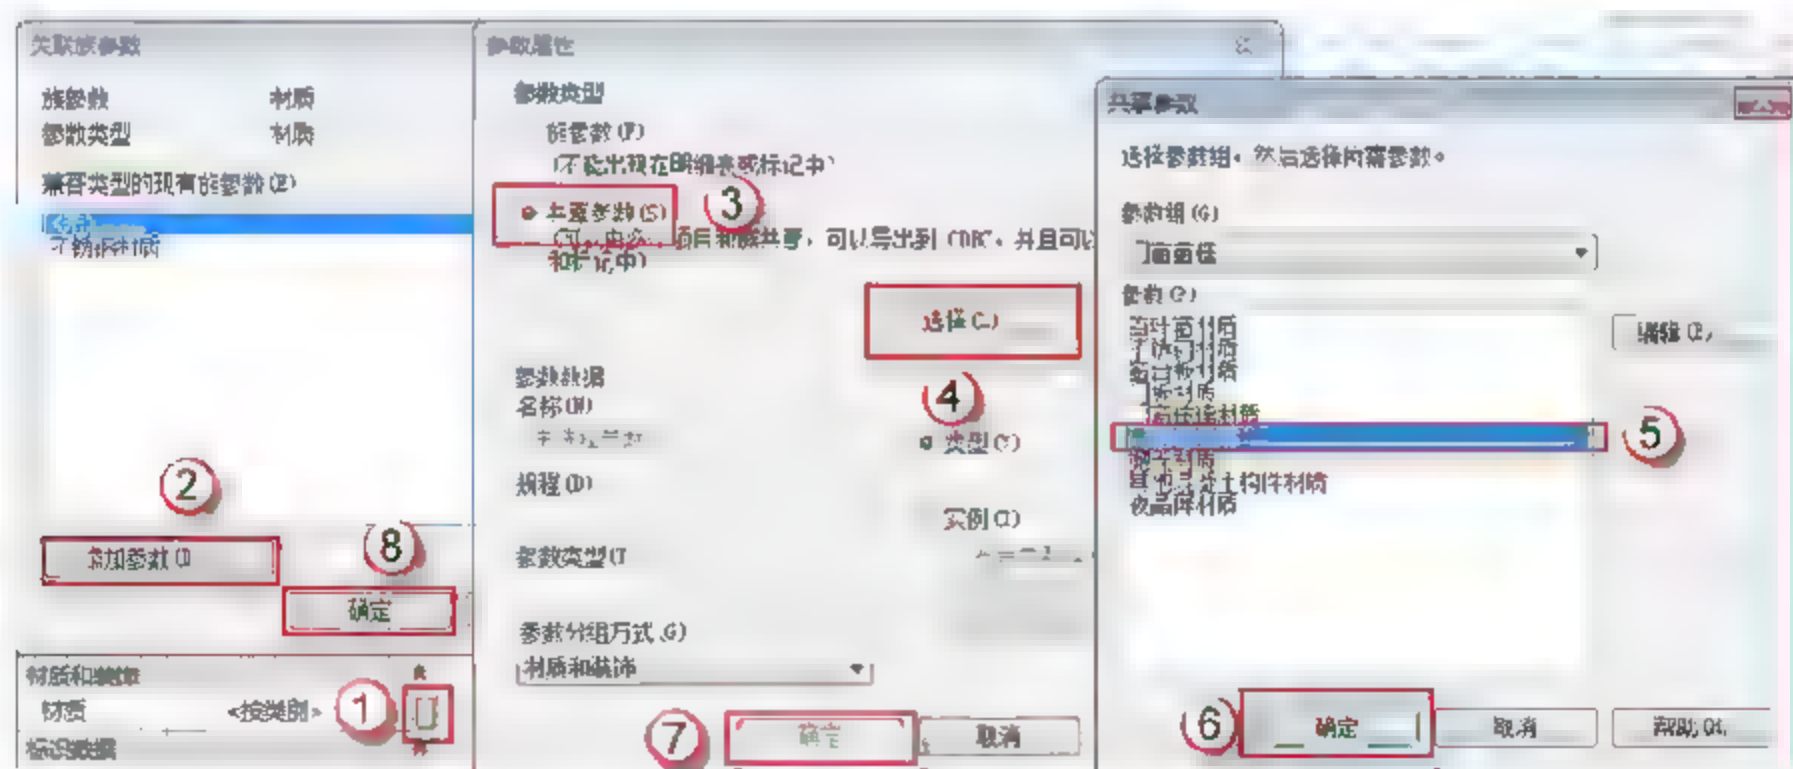

图 8.4.5 设置电梯门框材质
(5) 设置电梯门框材质。选中电梯门框，单击“属性”面板中“材质”栏中的“关联族参数”按钮，在弹出的“关联族参数”对话框中单击“添加参数”按钮，在弹出的“参数属性”对话框中选中“共享参数”单选按钮，再单击“选择”按钮，在弹出的“共享参数”对话框的“参数”列表框中选择“门窗框材质”选项。最后单击“确定”按钮，完成电梯门框材质的设置，如图8.4.5所示。